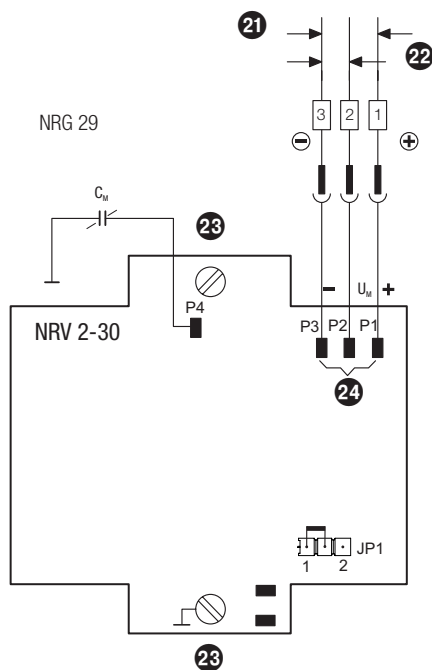

Fig. 5
Schließen Sie die Abschirmung schaltschrankseitig am ZEP (Zentralen Erdungspunkt) an. Belegen Sie die Klemmleiste gemäß dem Anschlußplan. **Fig. 5**
5. Im Kontakteinsatz **20** Anschlussklemmen gemäß **Fig. 5** belegen.
Bitte prüfen Sie, ob die Niveauelektrode gemäß dem Anschlussplan angeschlossen ist (**Fig. 5**) und schalten Sie die Versorgungsspannung des Niveauschalters NRS 2-4 ein.
Prüfen Sie die Versorgungs- und Messspannungen der Niveauelektrode. Die Spannungen können an der Niveauelektrode oder am Niveauschalter gemessen werden. **Fig. 5**
4. Befestigungsschrauben **23** herausdrehen und Elektronikmodul herausnehmen. **Fig. 5**